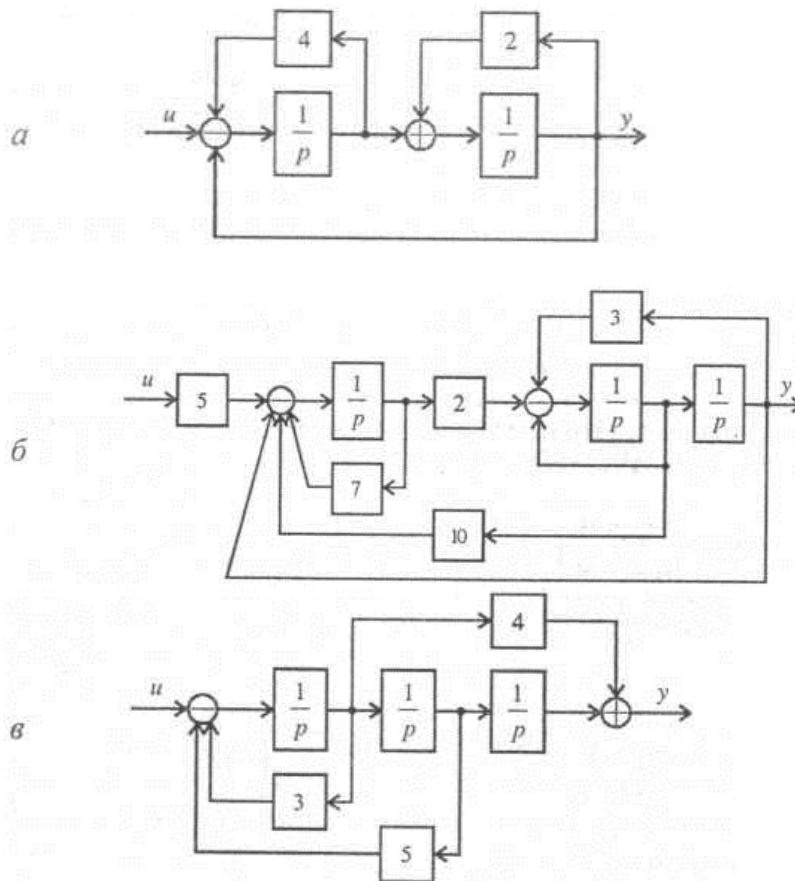

Рис.6.10. Структурная схема к задаче 5
4. Известны структурные схемы системы (рис.6.10). Записать их модели в переменных состояния.